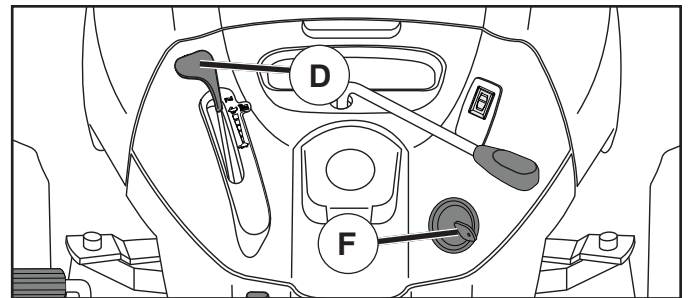

Fig. 7
- Mueva el control de la aceleración (D) a la posición de lento.
- Gire la llave de ignición (F) a la posición de apagado "STOP" y remueva la llave al abandonar el tractor para evitar el uso no autorizado.
### PARA USAR EL CONTROL DE LA ACELERACIÓN (D) (Vea Fig. 7)